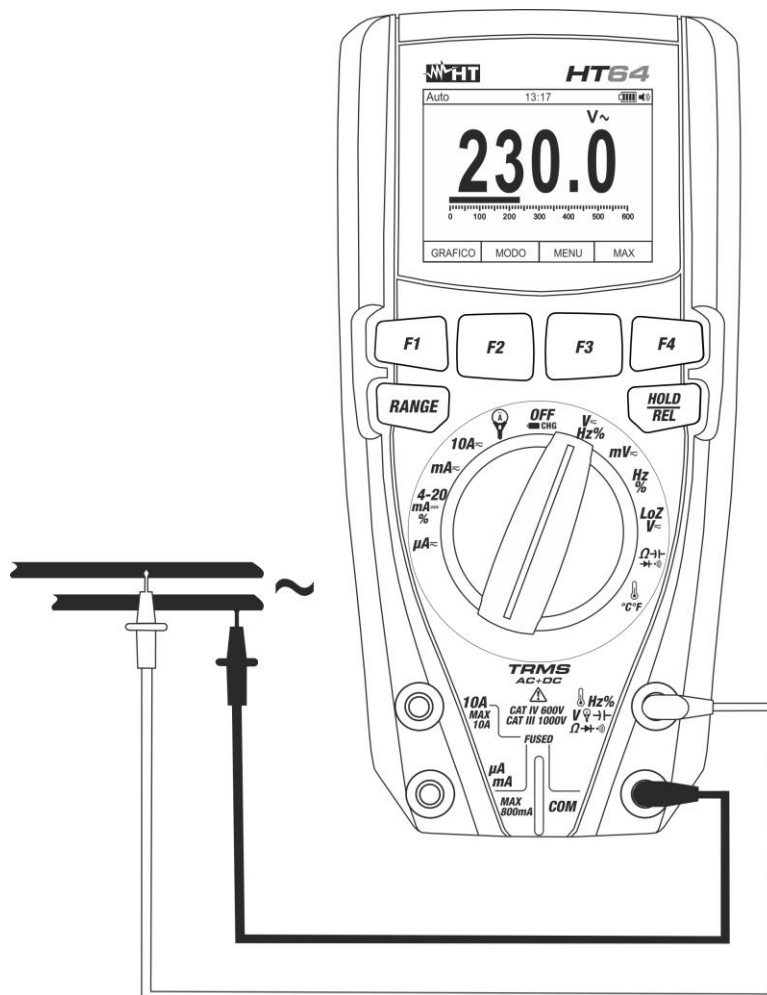

Fig. 23: Uso do instrumento para a Medição de Tensões CA
4. Colocar a ponteira vermelha e a ponteira preta respetivamente nos pontos do circuito em exame (ver Fig. 23). O valor da tensão é apresentado no display.